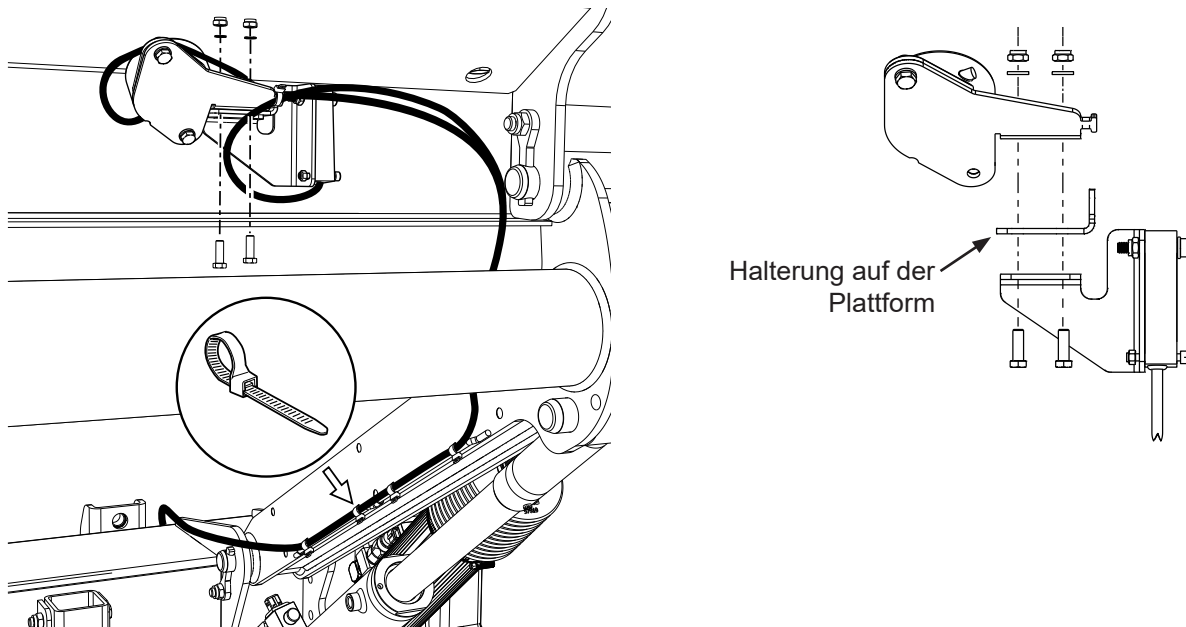

Abb.53. Einbau des Winkelsensors für die Kippautomatik (Autotilt)
1. Die Winkelsensoren mit den dazugehörigen Schrauben, Muttern und Einschüben an der Plattform anbringen und das Kabel mit Kabelband befestigen, siehe Abb.53.